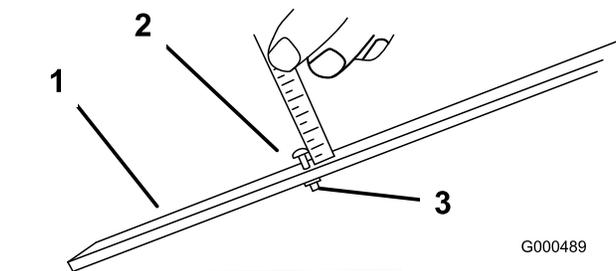

Bild 42
- Lösen Sie die Mutter an der Messlehre (Bild 42) und stellen Sie die Einstellschraube auf die gewünschte Schnitthöhe ein. Der Abstand zwischen dem unteren Ende des Schraubenkopfs und der Stirnseite der Messlehre ist die Schnitthöhe.